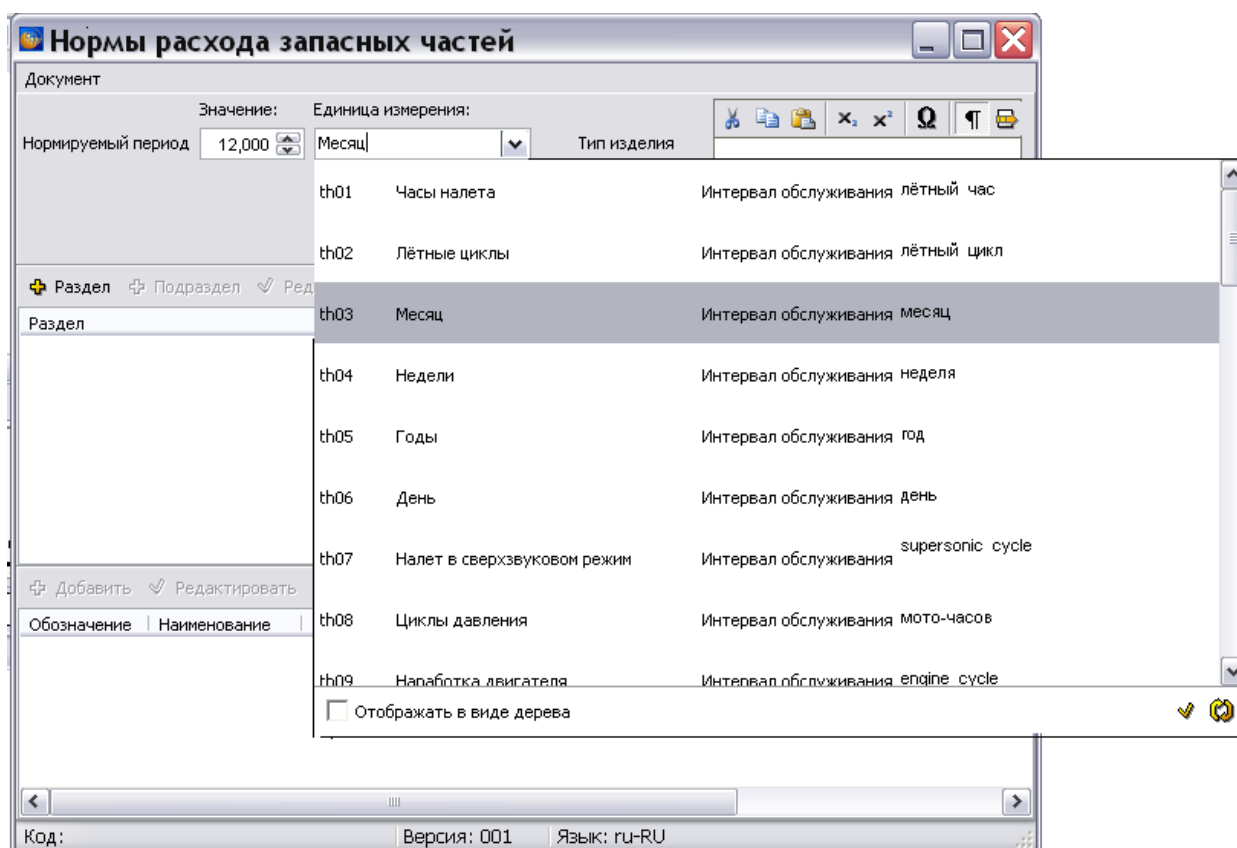

Рис. 10.2
2. В поле **Единица измерения** нажмите на кнопку , и выберите из списка единицу измерения, например «месяц» (Рис. 10.2).